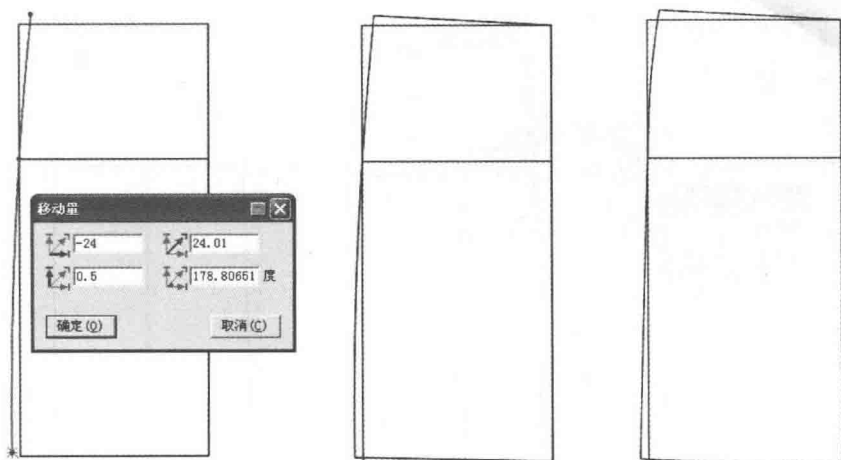

图6-6 画前片侧缝线
(5) 选择  【智能笔】工具连接侧缝线，在摆围基础线前中点按【Enter】键，出现移动量对话框输入横向移动量 24cm（计算公式： $\frac{\text{摆围 } 96\text{cm}}{4}$ ）纵向移动量 0.5cm（0.5cm 就是起翘量）。然后用  【调整】工具调顺侧缝线（图 6-6）。